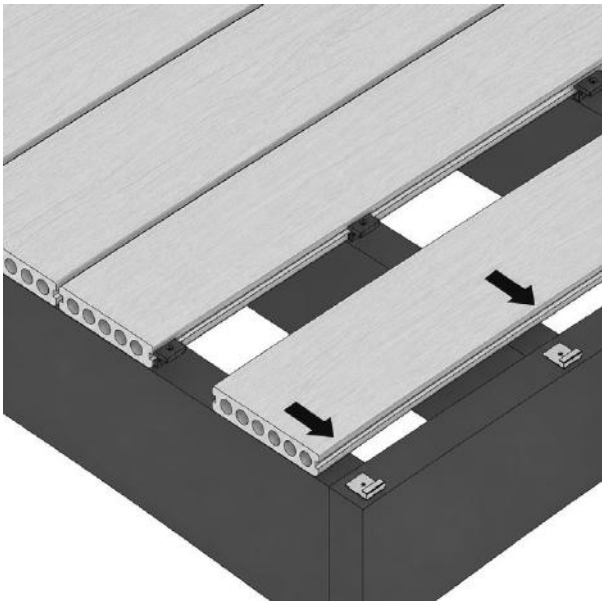

FIG. 8 – 6-MM-METHODE – LETZTE DIELE AN STARTCLIPS GEKLIPST
- Klipsen Sie die letzte Terrassendiele an diese Startclips (fig. 8)